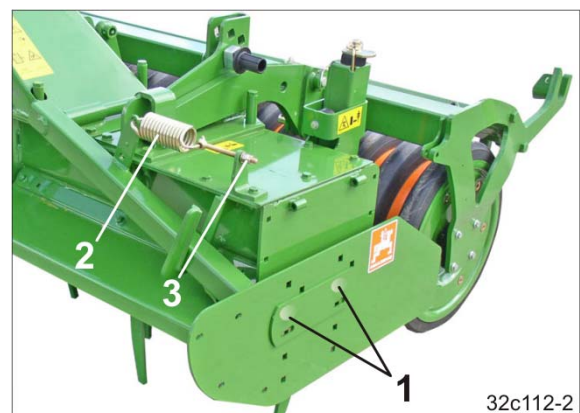

図 119
サイドパネルは 2 本の平頭ねじ（図 119/1）で固定されており、高さを調節できます。
2. ばね（図 119/2）の張り具合をナット（図 119/3）を回して調節してください。